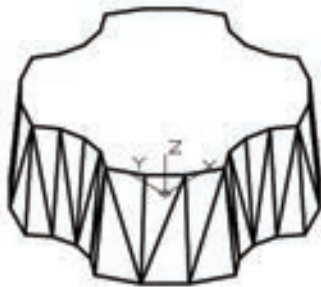

图 9-47 消隐结果
5) 设置显示菜单栏, 并在“视图”菜单中选择“消隐”命令, 得到的消隐结果如图 9-47 所示。